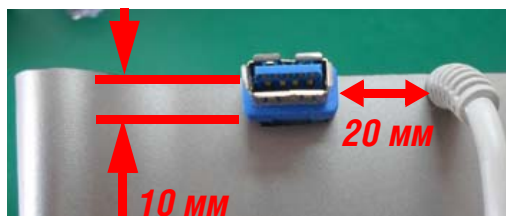

Рис. 4.1.
1. Вырежьте отверстие для розетки в передней стенке корпуса джойстика, как показано на рис. 4.1.